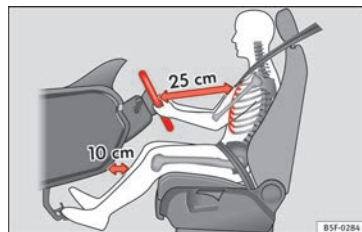

Fig. 92 Distancia correcta entre el conductor y el volante.
- Ajuste el volante de modo que quede una distancia mínima de 25 cm entre el volante y el tórax » fig. 92.
- Coloque el asiento del conductor de forma que quede una distancia mínima de 25 cm entre el tórax y el centro del volante » fig. 92. Si la distancia es inferior a los 25 cm, el sistema de airbags puede no protegerle correctamente.